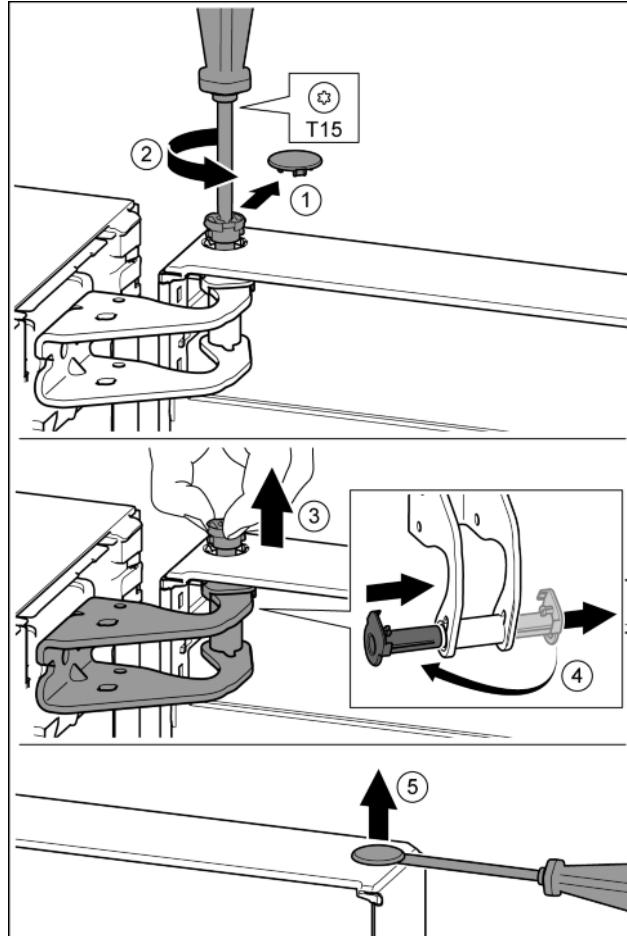

Fig. 12
- Осторожно снять предохранительную крышку. Fig. 12 (1)
- Немного выкрутить палец отверткой T15. Fig. 12 (2)
- Удерживать дверь и вытянуть палец рукой. Fig. 12 (3)
- Опорную втулку вывести из направляющей. Установить и зафиксировать с другой стороны. Fig. 12 (4)